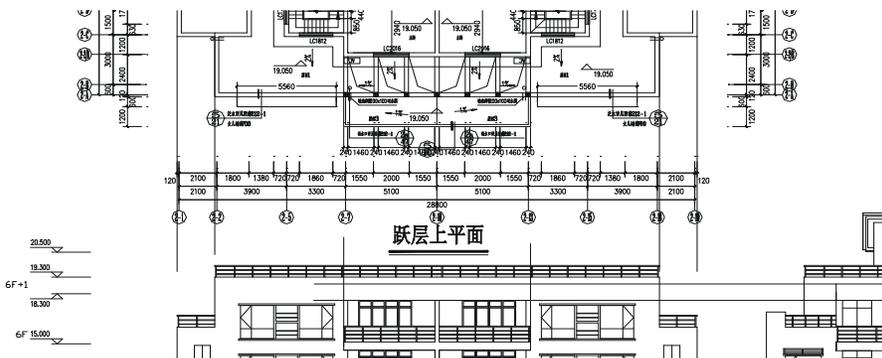

图 12-1-36
**STEP 28** 使用绘制直线命令 LINE 从右边(2-11)一(2-1)立面图的阳台顶向左引出两条水平直线，将其镜像一份放在右边，如图 12-1-36 所示。